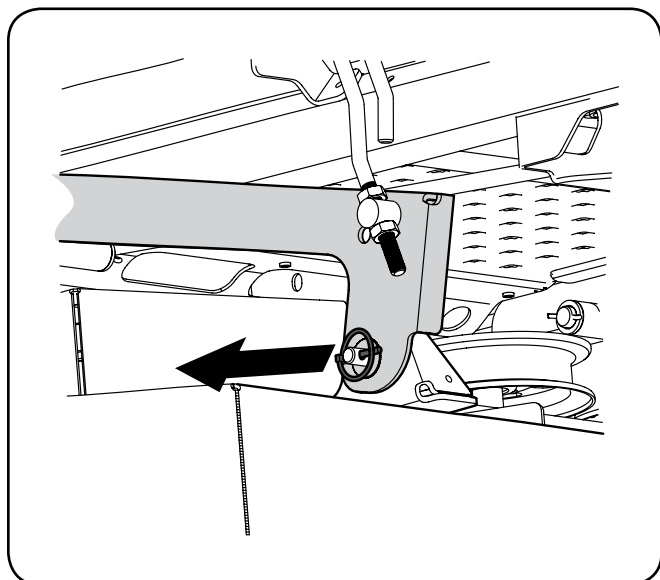

Figura 39
- Ubique los pasadores de liberación de la plataforma del lado izquierdo y del lado derecho que se encuentran a cada lado de la plataforma. Tire de los pasadores de liberación hacia afuera y suelte la plataforma de los brazos de elevación del lado derecho e izquierdo de la plataforma. Vea la Figura 39.
- Tire de los pasadores de liberación de la plataforma hacia afuera y ubique la plataforma según sea necesario para alinear los orificios de los brazos de elevación de la plataforma con los pasadores. Refer to Figura 39.